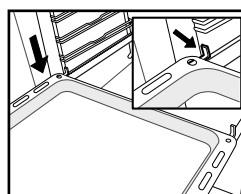

Fig. 5
5. Установите принадлежности на направляющие (Рис. 5, 6).